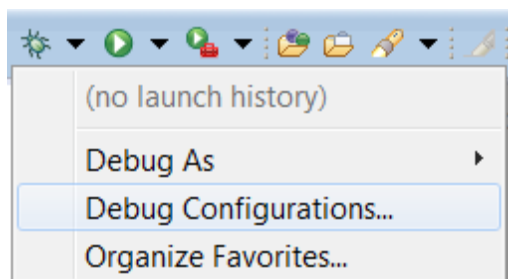

図 2.18 デバッグオプション
1. デバッグアイコンをクリックし、対応するドロップダウンメニューを表示します (図 2.18)。